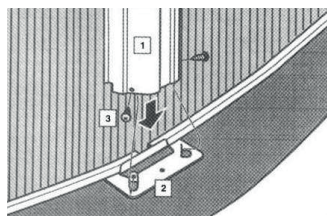

Abb. 26
- a. Gleichen Sie den unteren Teil von einem der vertikalen Abschnitte (VER) (1) mit den zwei kleinen Laschen auf den Fundamentplatten (T1) (2) ab. Die Laschen müssen sich auf der Innenseite des vertikalen Abschnitts, Abb. 26., befinden.
- b. Gleichen Sie die Öffnungen für die Orientierungsschrauben TO2 (3) auf beiden Seiten des vertikalen Abschnitts ab und vergewissern sich, dass sie an den Löchern in den T1 (2) Plattenlaschen, Abb. 26., anliegen.